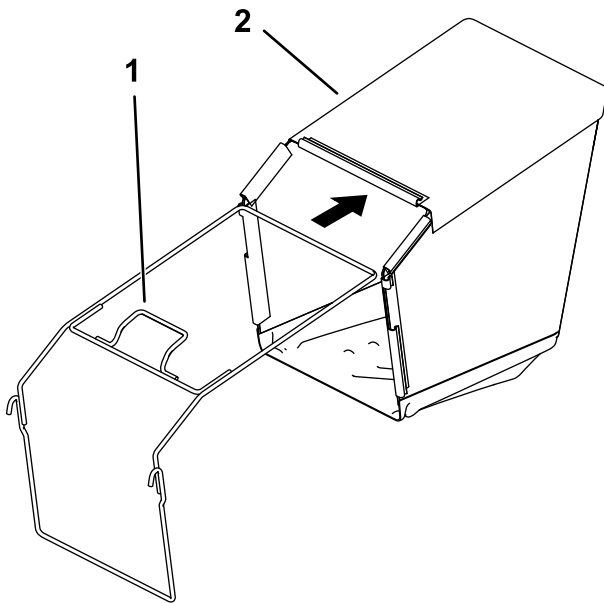

Figura 7
2. Introduzca el bastidor en el recogedor, manteniendo el asa encima de la bolsa (Figura 7).